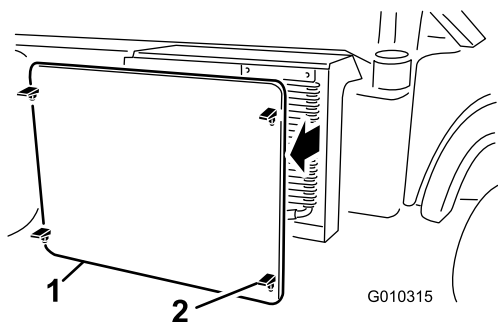

Figura 60
2. Desengate e retire o filtro do radiador da frente do radiador (Figura 60).